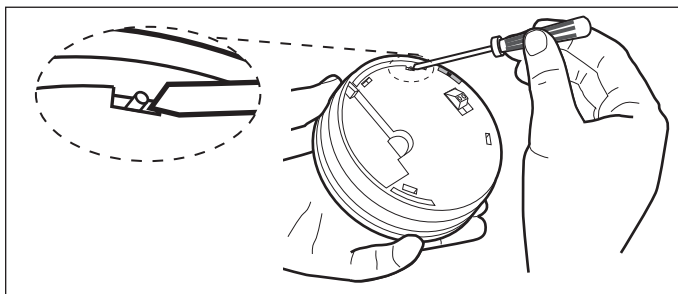

Abb. 9: Funk-Rauchwarnmelder gegen Eingriffe sichern
- Brechen Sie den kleinen Steg am Funk-Rauchwarnmelder heraus, wie in Abb. 9 dargestellt.